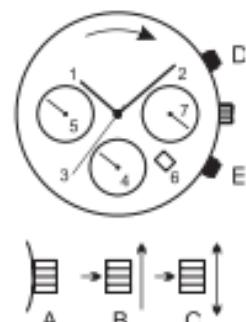

рис. 12
Внимание! Установка и корректировка времени осуществляется путем вращения заводной головки таким образом, чтобы стрелки осуществляли движение вперед (по ходу движения часовой стрелки, смотрите рис. 12). В этой позиции, вращая головку, вы устанавливаете нужное время (до/после полудня). При этом секундная стрелка (3) останавливается, что позволяет осуществлять синхронизацию Ваших часов с сигналом точного времени.
ВНИМАНИЕ! Категорически запрещается производить ускоренную корректировку даты в период с 21:00 до 4:00. Перед установкой времени установите дату. Для установки или коррекции даты вытяните заводную головку в положение (C). Вращая заводную головку по часовой стрелке (рис. 12) добейтесь смены даты. Выставьте стрелки на 6:00. Переведите головку в положение (B) и установите необходимую дату (*1). В положении (C) установите нужное Вам время. Переведите головку в положение (A).